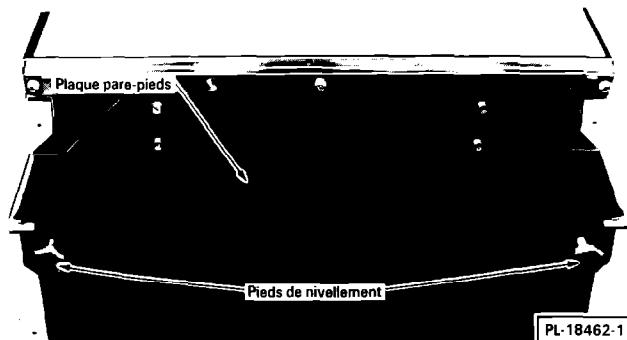

Fig. 3
5. Mettez le presse-ordures de niveau en vissant ou en dévissant les pieds de nivellement (fig. 3). VOUS DEVEZ LAISSER un espace libre d'au moins 6 mm (1/4 po) entre le dessus du presse-ordures et le dessous du comptoir, afin de faciliter l'accès pour l'entretien.
Si les pieds de nivellement (fig. 3) ont dû être vissés à fond ou si le compacteur est installé sur un tapis très épais ou laineux, le rebord de la plaque pare-pieds en caoutchouc (fig. 3) traînera peut-être sur le tapis lorsqu'on ouvrira le tiroir. Dans ce cas, retirez simplement la plaque pare-pieds (fig. 3) et découpez l'excédent du rebord à l'aide de ciseaux.